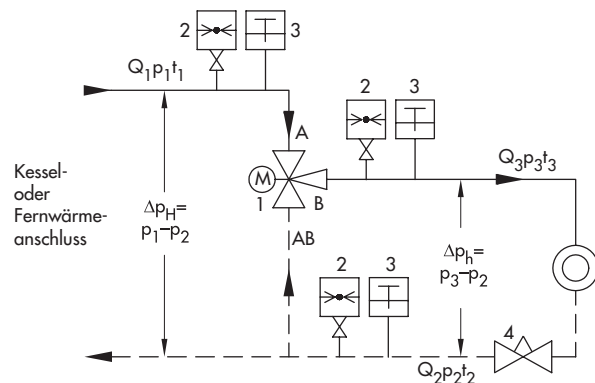

Bild 6 · Erforderliche Druck-Temperaturmessgeräte für ein Ventil mit Strahlpumpe
Bei Anlagen mit Strahlpumpen sind die im Bild 6 dargestellten Druck- und Temperaturanzeiger für das Ein- und Nachregulieren der Anlage erforderlich. Die Anzeiger oder entsprechende Prüfanschlüsse sollen so angeordnet sein, dass der Abstand zu den Ventilanschlüssen A, B und AB möglichst klein ist. Die Manometer der Drücke p_1 , p_2 und p_3 dienen auch der Ermittlung der Differenzdrücke $\Delta p_H = p_1 - p_2$ und $\Delta p_h = p_3 - p_2$. Das Drosselventil (4) dient zum Abgleich von Druck- und Temperaturverhältnissen.
Legende Bild 6: